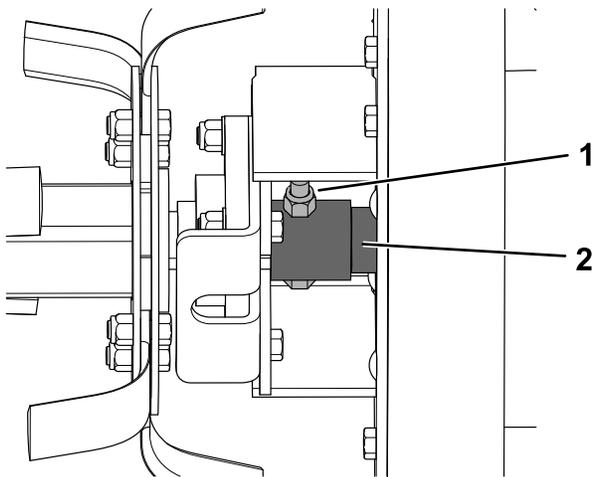

Figure 7
3. Déposez l'écrou (5/8 po) et le boulon (5/8 x 4 po) qui fixent l'adaptateur d'entraînement à l'ensemble rotor (Figure 7).
3. Fixez l'adaptateur d'entraînement à l'ensemble rotor au moyen d'un écrou (5/8 po) et d'un boulon (5/8 x 4 po), comme illustré à la Figure 7. Serrez les boulons à un couple de 183 à 224 N·m (135 à 165 pi-lb)